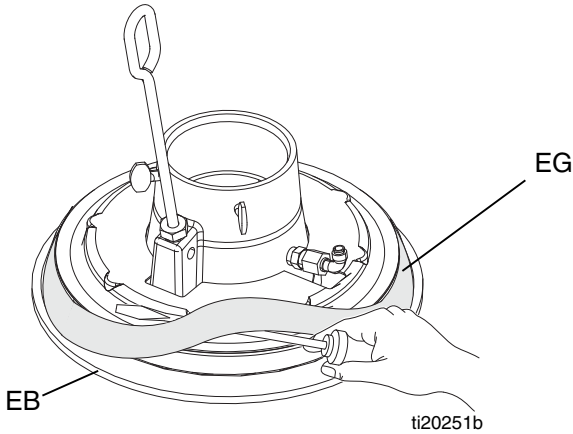

FIG. 12: Espaciador deslizante
2. Doble el espaciador (EG) con la mano y sáquelo del plato tirando de él hacia abajo por encima del borde. Consulte FIG. 12.
3. Guarde el espaciador (EG), pues será necesario para otras aplicaciones.
1. Asegúrese de que el diámetro mayor del espaciador (EG) mire **hacia abajo**. Con la mano, haga subir el espaciador (EG) sobre el plato hasta pasar completamente por encima de la brida. Consulte FIG. 12.